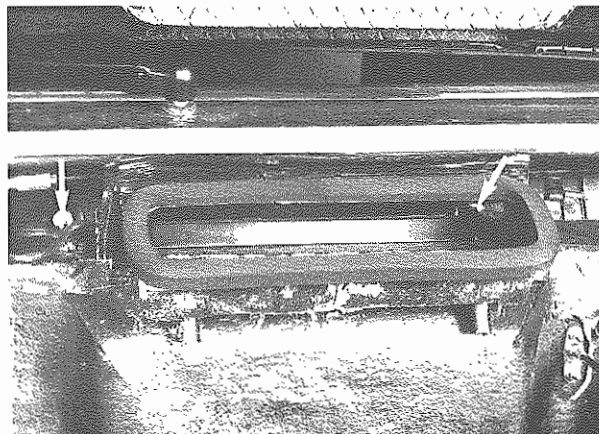

Fig. 14 - Dadi tiranti fissaggio plancia
- Togliere i dadi sui tiranti di fissaggio plancia (**Fig. 14**).
- Rimontare le guarnizioni sui dadi tiranti plancia (**Fig. 14**).
- Remove nuts on facia fixing rods (**Fig. 14**).
- Refit gasket on facia rod nuts (**Fig. 14**).